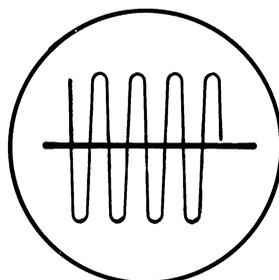

Abb. 2
- Tarare la L 5 (oscill.) con 87,5 MHz e la L 3 (AF) con 90 MHz su migliore curva sinusoidale e massima ampiezza (vedi fig. 2).
- Tarare il C 20 (oscill.) con 105 MHz e il C 12 (AF) con 100 MHz su migliore curva sinusoidale e massima ampiezza (vedi fig. 2).
- Tarare la L 112 (oscill.) con 505 kHz e la L 105 (prest) con 600 kHz a migliore curva sinusoidale e massima ampiezza (vedi fig. 2).
- Tarare il C 119 (oscill.) con 1650 kHz e il C 106 (prest) con 1400 kHz a migliore curva sinusoidale e massima ampiezza (vedi fig. 2).
- Tarare la L 110 (oscill.) con 143 kHz e la L 103 (prest) con 145 kHz a migliore curva sinusoidale e massima ampiezza (vedi fig. 2).
- Tarare il C 115 (oscill.) con 280 kHz e il C 104 (prest) con 260 kHz su migliore curva sinusoidale e massima ampiezza (vedi fig. 2).
- Tarare la L 114 (oscill.) con 5,5 MHz e la L 108 (prest) con 6 MHz su migliore curva sinusoidale e massima ampiezza (vedi fig. 2).
- Tarare il C 123 (oscill.) con 17 MHz e il C 108 (prest) con 15 MHz su migliore curva sinusoidale e massima ampiezza (vedi fig. 2).
- Bei 505 kHz L 112 (Osz.) und bei 600 kHz L 105 (Vorkr.) auf beste Sinuskurvenform und max. Amplitude einstellen (siehe Abb. 2).
- Bei 1650 kHz C 119 (Osz.) und bei 1400 kHz C 106 (Vorkr.) auf beste Sinuskurvenform und max. Amplitude einstellen (siehe Abb. 2).
- Bei 143 kHz L 110 (Osz.) und bei 145 kHz L 103 (Vorkr.) auf beste Sinuskurvenform und max. Amplitude einstellen (siehe Abb. 2).
- Bei 280 kHz C 115 (Osz.) und bei 260 kHz (Vorkr.) C 104 auf beste Sinuskurvenform und max. Amplitude einstellen (siehe Abb. 2).
- Bei 5,5 MHz L 114 (Osz.) und bei 6 MHz L 108 (Vorkr.) auf beste Sinuskurvenform und max. Amplitude einstellen (siehe Abb. 2).
- Bei 17 MHz C 123 (Osz.) und bei 15 MHz C 108 (Vorkr.) auf beste Sinuskurvenform und max. Amplitude einstellen (siehe Abb. 2).
- Bei 87,3 MHz L 5 (Osz.) und bei 90 MHz L 3 (HF) auf beste Sinuskurvenform und max. Amplitude einstellen (siehe Abb. 2).
- Bei 105 MHz C 20 (Osz.) und bei 100 MHz C 12 (HF) auf beste Sinuskurvenform und max. Amplitude einstellen (siehe Abb. 2).
- At 505 kHz adjust L 112 (oscillator) and at 600 kHz adjust L 105 (RF circuit) to obtain best sine curve shape and maximum amplitude (See Fig. 2).
- At 1650 kHz adjust C 119 (oscillator) and at 1400 kHz adjust C 106 (RF circuit) for best sine curve shape and maximum amplitude (See Fig. 2).
- At 143 kHz adjust L 110 (oscillator) and at 145 kHz adjust L 103 (RF circuit) for best sine curve shape and maximum amplitude (See Fig. 2).
- At 280 kHz adjust C 115 (oscillator) and at 260 kHz adjust C 104 (RF circuit) for best sine wave shape and maximum amplitude (See Fig. 2).
- At 5.5 MHz adjust L 114 (oscillator) and at 6 MHz adjust L 108 (RF circuit) for best sine curve shape and maximum amplitude (See Fig. 2).
- At 17 MHz adjust C 123 (oscillator) and at 15 MHz adjust C 108 (RF circuit) for best sine curve shape and maximum amplitude (See Fig. 2).